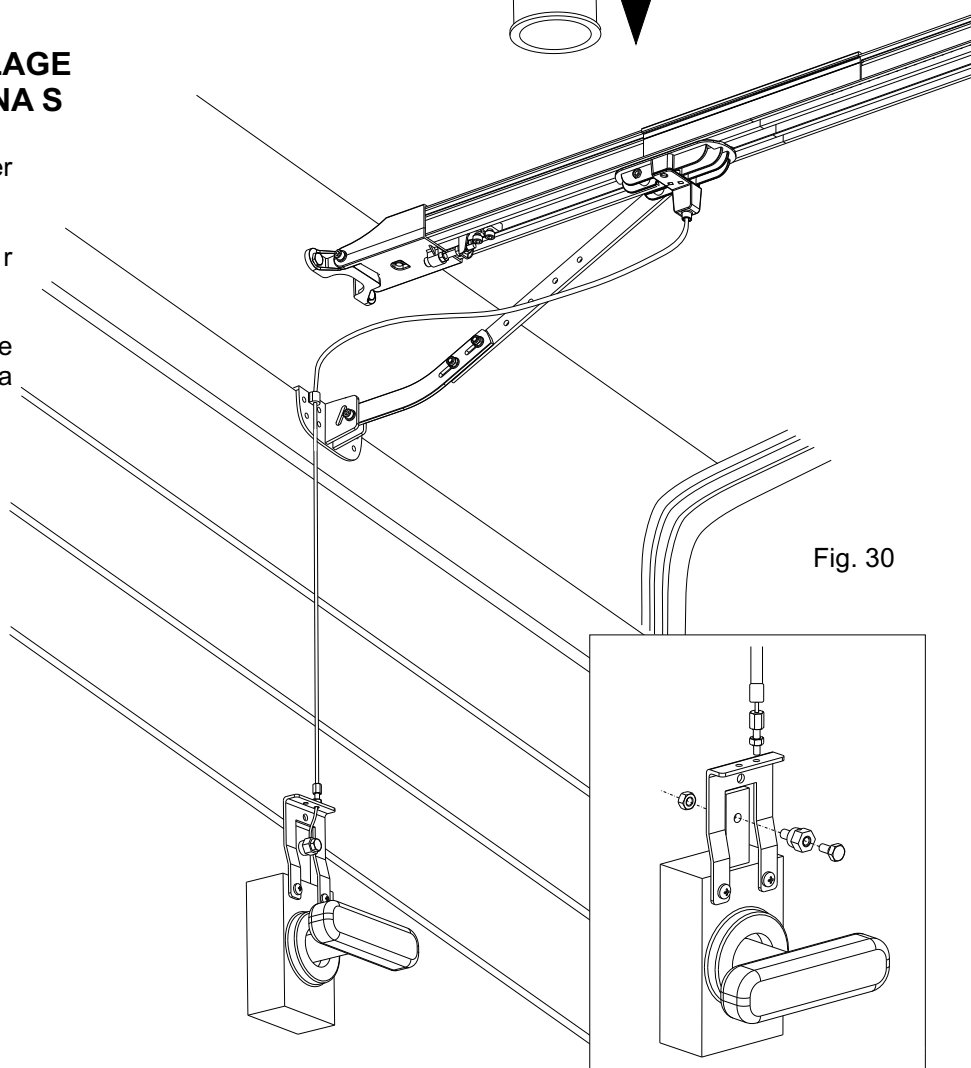

Fig. 30
- Tourner la poignée et ouvrir manuellement la porte (Fig. 30).